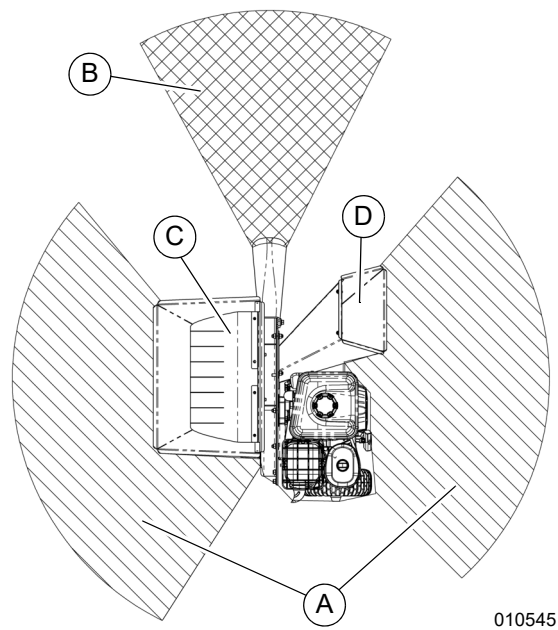

Figura 3-2. Zona del operador y área de descarga
- Consulte la **Figura 3-2**. Siempre opere la unidad desde la zona del operador adecuada (A).